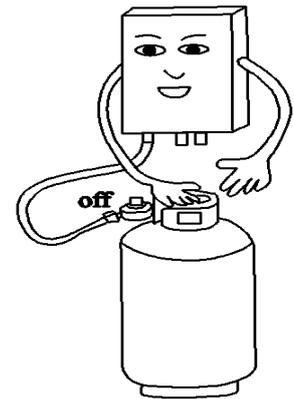

Fig.10
- Chiudere la valvola del gas dopo ogni doccia (Fig. 10).
- Controllare che la fiamma sia spenta dopo ogni doccia e non dimenticare di chiudere la valvola del gas (Fig. 10)